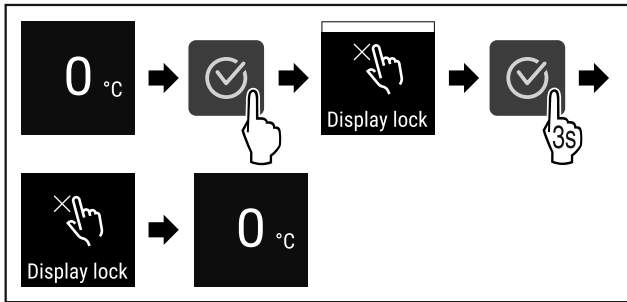

Fig. 97
- ▶ Udfør handlingstrinene (se Fig. 97) .